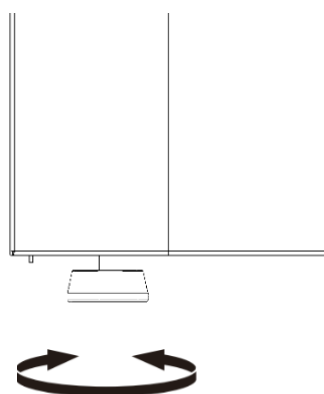

Fig. 3-2
- Regolare l'altezza dei piedini di livellamento (cfr. fig. 3-2) per compensare le irregolarità del pavimento. La deviazione massima consentita è di 1° (cfr. fig.3-3).